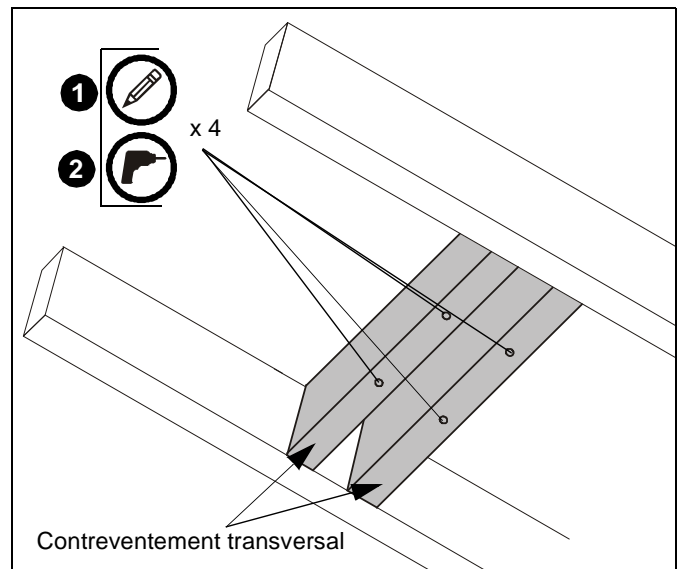

Figure 3
1. Utilisez la plaque de fixation au plafond (A) comme modèle, marquez les emplacements des quatre avant-trous (Voir la Figure 3). Assurez-vous que les marques se trouvent au centre des solives en bois.
2. Percer les avant-trous de 5,55 mm (7/32") de diamètre dans les contreventements transversaux des montants en bois. (Voir la Figure 3) Assurez-vous que les avant-trous sont droits.